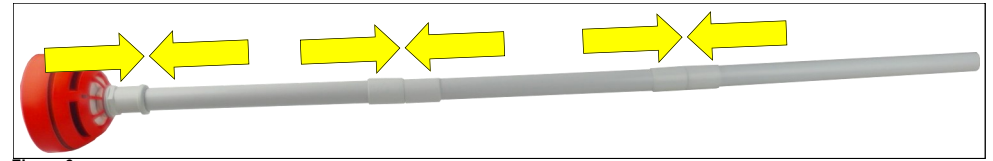

Figura 6
1. Montare il palo come da figura 6.
2. Fissare la sonda del rilevatore per la misurazione a un'estremità del palo (figura 6).